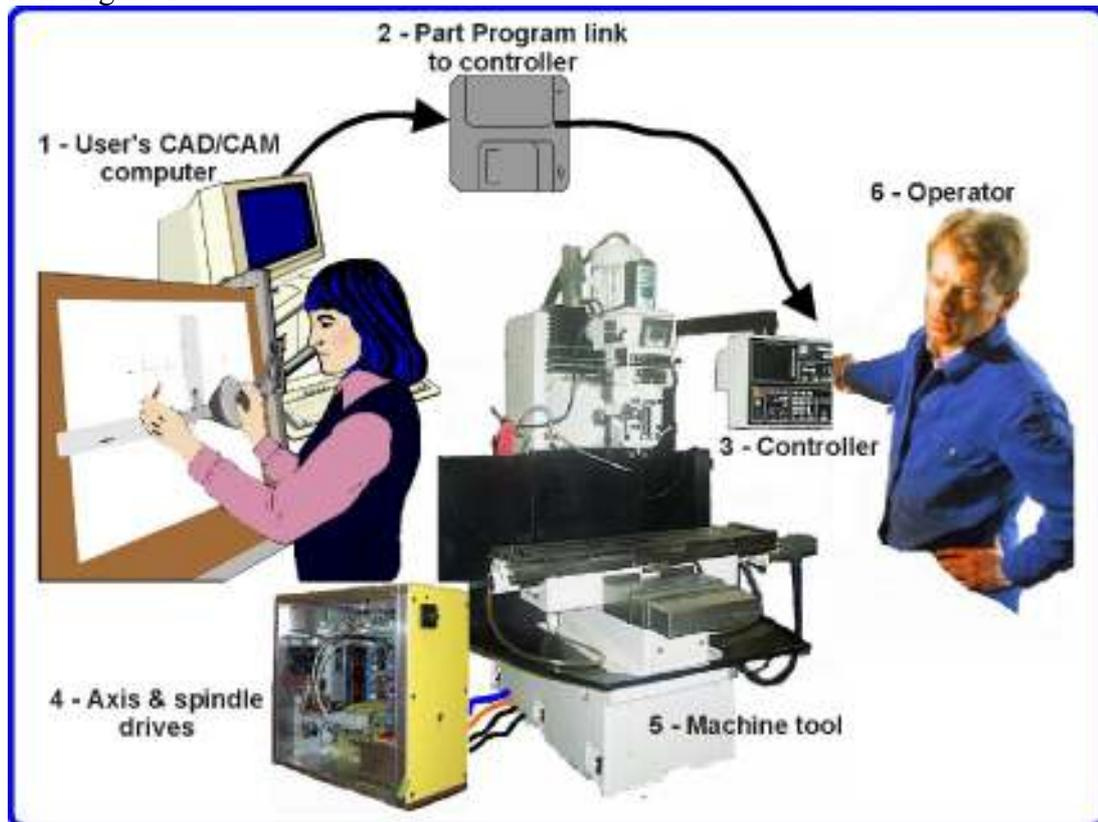

Figura 1.1 – Tipico sistema di lavorazione NC
Le parti principali di un sistema con fresatrice controllata numericamente sono mostrate nella figura 1.1
Mach3 è un pacchetto software che si installa su un PC rendendolo in sostituzione un Controllore Meccanico economico e molto potente (3) come nella figura 1.1.
Per far funzionare Mach3 avete bisogno di Windows XP (o Windows 2000) che a livello teorico funziona con un processore di 1 GHz e con uno schermo di risoluzione 1024x768 pixel. Un computer da tavolo darà un'esecuzione sicuramente migliore rispetto alla maggiorparte dei portatili e sarà considerevolmente più economico. Potete certamente usare questo computer per qualsiasi altra funzione in officina (come (1) nella figura 1.1 – funzionamento di un pacchetto CAD/CAM) quando non sta controllando la vostra macchina.